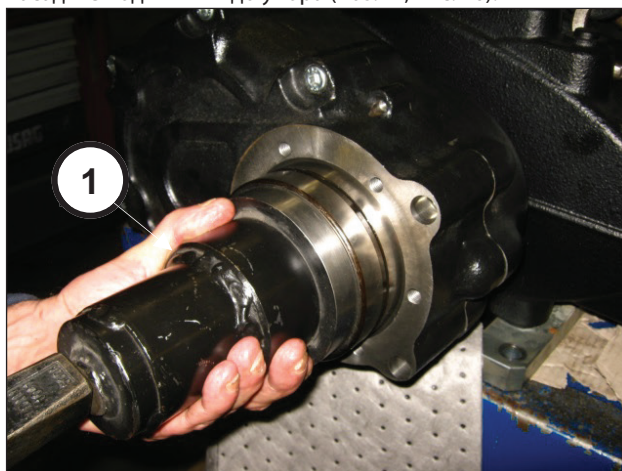
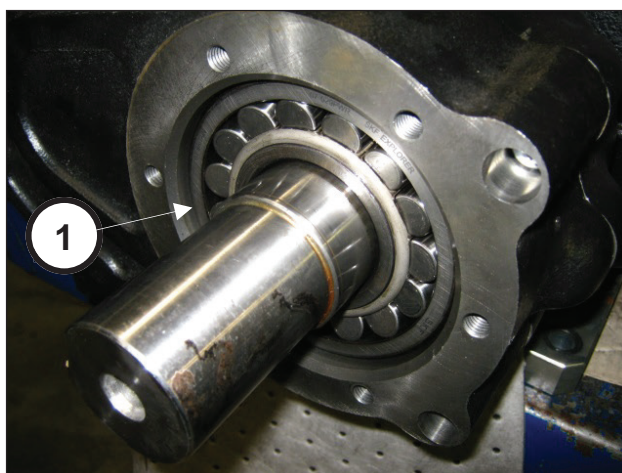

Рис. 75
Рис. 76
С помощью инструмента арт. 27887000 (поз. ①, Рис. 75) насадите подшипник до упора (поз. ①, Рис. 76).